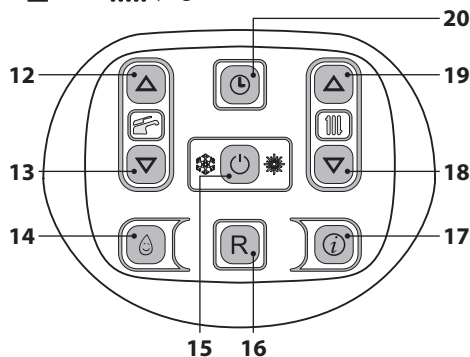

Figura 2.5
Entrare in "modalità programmazione" tenendo premuto per 5 secondi il tasto 20 (Figura 2.5) fino a far apparire sul display il simbolo .
Agendo sui tasti 18 (diminuzione) e 19 (aumento) Figura 2.5 è possibile impostare i valori di ora, giorno e data, agendo sui tasti 12 e 13 è possibile passare da un parametro all'altro.
- Tenere premuto per 2 secondi il tasto 15 fino a far apparire sul display entrambe i simboli  e , Figura 2.5.